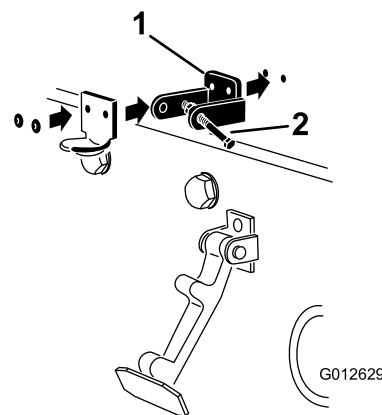

Рисунок 16
**Примечание:** Стопорный кронштейн должен быть прижат к капоту (Рисунок 16). Не снимайте болт с гайкой в сборе с рычага стопорного кронштейна.
5. Приклепайте кронштейны и шайбы к капоту (Рисунок 16).